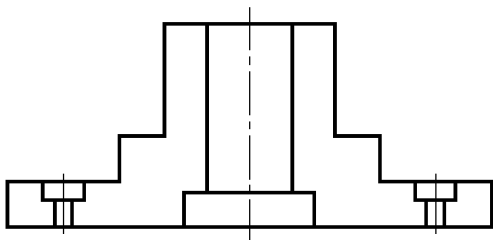

图 2-40 原始图形
1) 打开配套的素材图形文件“图案填充_剖面线绘制范例.dwg”，该图形文件存在的图形如图 2-40 所示。使用“草图与注释”工作空间。